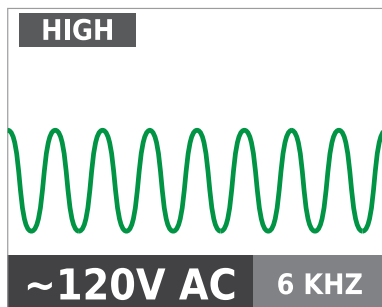

图3.1b
3. 对于大多数应用，选择HIGH (高)信号模式。屏幕显示如图3.1b所示。